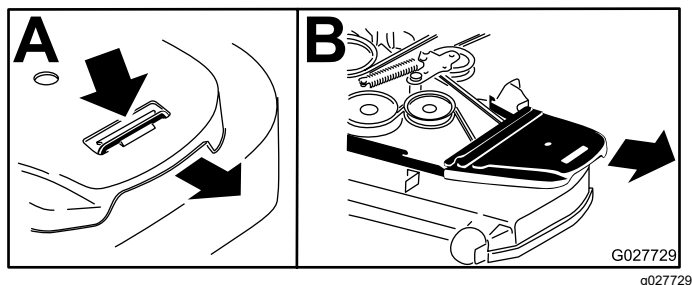

Figure 64
4. Déposez les protège-courroies (Figure 64).